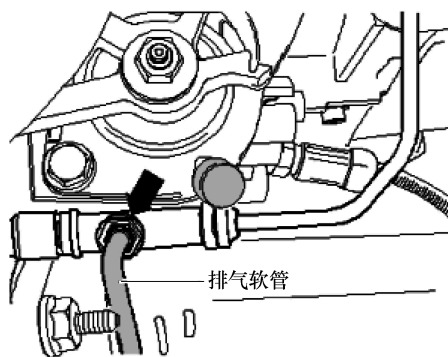

图 8-2-3 连接排除装置
4) 如图 8-2-3 所示,将排气软管连接至排气装置“箭头”处。